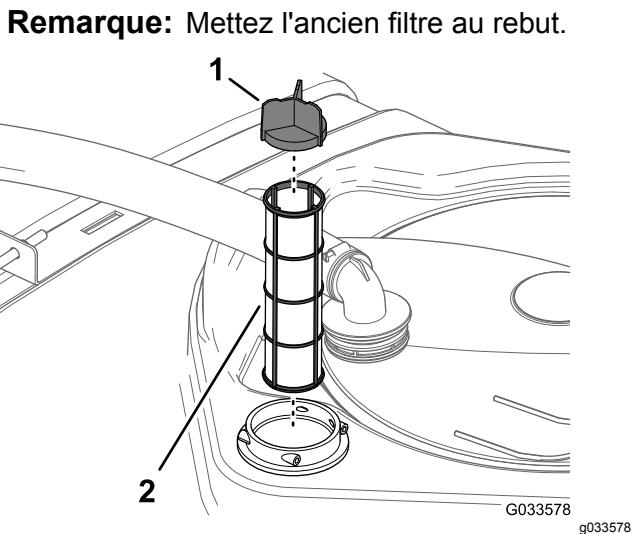

Figure 54
4. Sortez l'ancien filtre d'aspiration de son logement dans le réservoir (Figure 54).